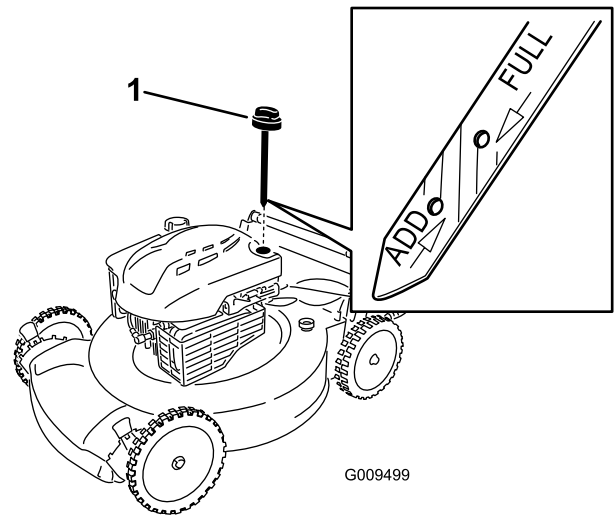

Bild 22
6. Nehmen Sie den Peilstab aus dem Öleinfüllstutzen (Bild 22).